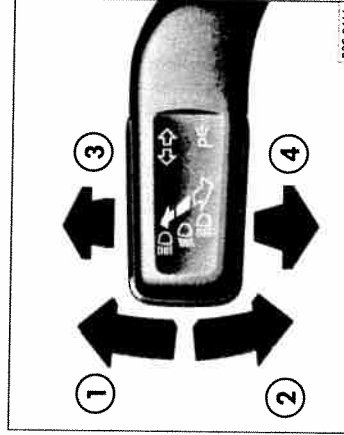

Fig. 42 Maneta pentru luminile de semnalizare și lumina de drum.
- Acționați maneta în sus până la limită ⇒ fig. 42 pentru a semnaliza la dreapta, respectiv în jos , pentru a semnaliza la stânga.
- Acționați maneta în față ⇒ fig. 42 , pentru a aprinde lumina de drum. Când lumina de drum este aprinsă, în tabloul de bord se aprinde lampa de control .